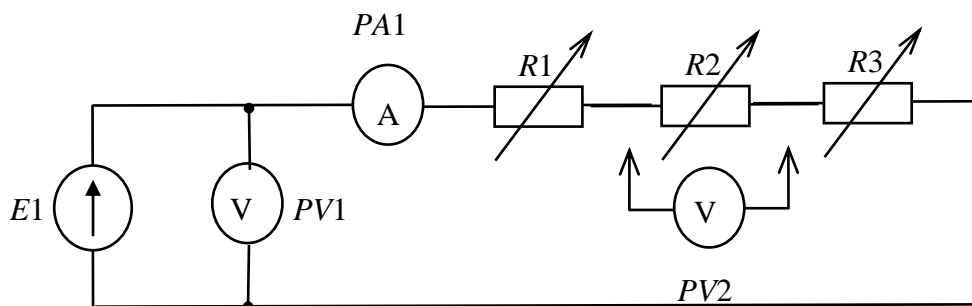

Рис. 4. Схема линейной электрической цепи постоянного тока с последовательным соединением элементов
1. Соберите линейную электрическую цепь постоянного тока с последовательным соединением элементов (рис. 4). В качестве резисторов $R1$, - $R3$ используйте резисторы блока «Резисторы / Активная нагрузка», В качестве амперметра $PA1$ используйте один из ампервольтметров модуля «Измерительные приборы» в режиме DC, в качестве вольтметра $PV1$ – встроенный вольтметр источника питания $E1$. Ручку регулировки напряжения источника $E1$ установите в ноль, повернув ее против часовой стрелки до упора. Величины номинальных сопротивлений резисторов $R1$ – $R3$ установите в соответствии номером варианта (табл. 1). В качестве вольтметра $PV2$ для измерения напряжений на резисторах подготовьте и используйте один из мультиметров. Представьте схему для проверки преподавателю.